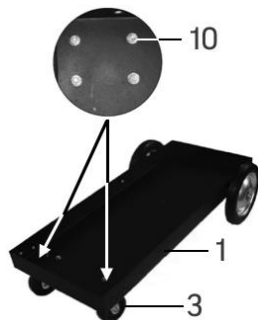

fig. 2
5. Utilisez les ensembles de boulon, rondelle et écrou M6 x 12 (n°10) fournis pour fixer les roulettes pivotantes (n° 3) sous l'ensemble de la tablette inférieure (n° 1) (fig. 2).